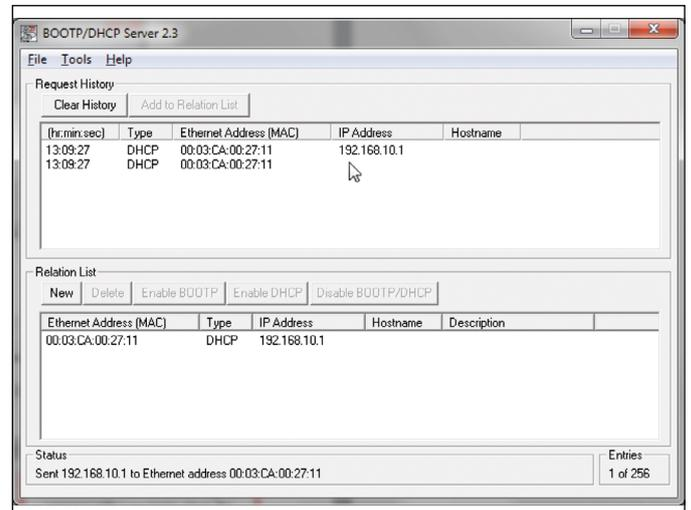

Abb. 85: Anzeige der MAC-Adresse und IP-Adresse in der „Request History“
7. Die vorgegebene IP-Adresse wird dem Sensor zugewiesen, so dass im Feld „Request History“ die MAC-Adresse des Sensors sowie die zugewiesene IP-Adresse angezeigt werden (Abb. 85).